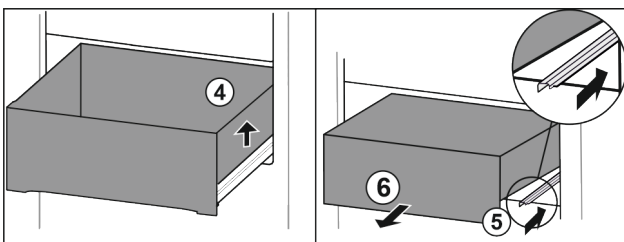

Fig. 185
- ▶ Приподнимите выдвижной ящик справа. Fig. 185 (4)
- ▶ Вставьте правую направляющую. Fig. 185 (5)
- ▶ Извлеките выдвижной ящик движением вперед. Fig. 185 (6)